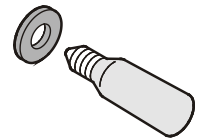

Figure 13
3. Retirer l'ampoule défectueuse. S'assurer que le joint (**Figure 13**) est placé sur la nouvelle ampoule avant de l'installer.